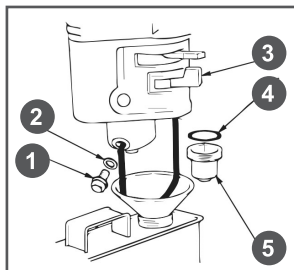

Рис. 20 Обслуживание
- Открутите сливной болт 1 и слейте топливо из карбюратора (Рис. 20).
- Открутите стакан отстойника 5 и промойте его (Рис. 20).
1. Слейте топливо из топливного бака и карбюратора (Рис. 20).